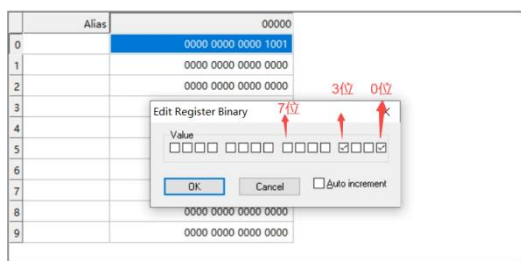

Fig 107. PLC Modbus-位触发
2. 如 Fig 107 所示，在跳出来的窗口中勾选 BA(BC)50 读码器所设置的 Modbus 触发位。其中最右边的方框代表第 0 位，从右向左递增。若同时设置 0 位和 3 位触发，则按照图勾选后，点击 OK。